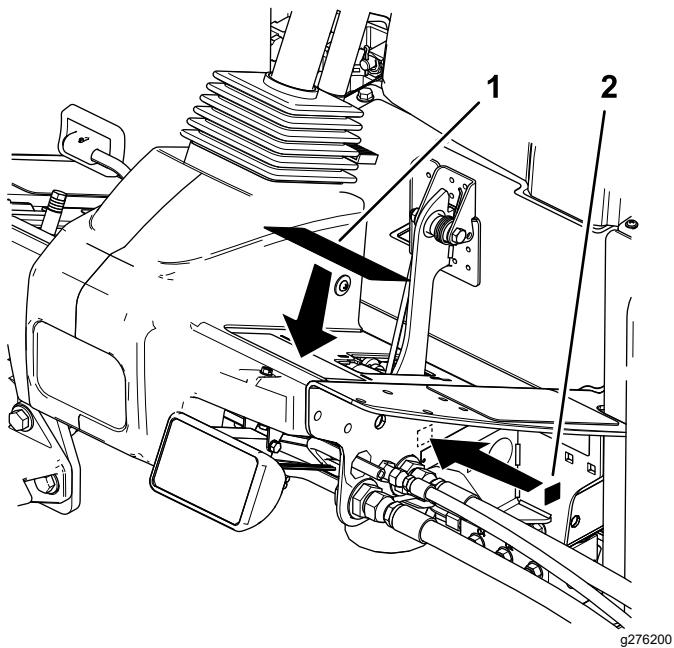

図 3
- CE 規制に適合させる必要がある場合には、付属部品に入っている警告表示ステッカーを既存のステッカーの上から貼り付けてください図 3。
- CE ステッカーは機体のシリアル番号プレートの隣に貼りつけます図 3。